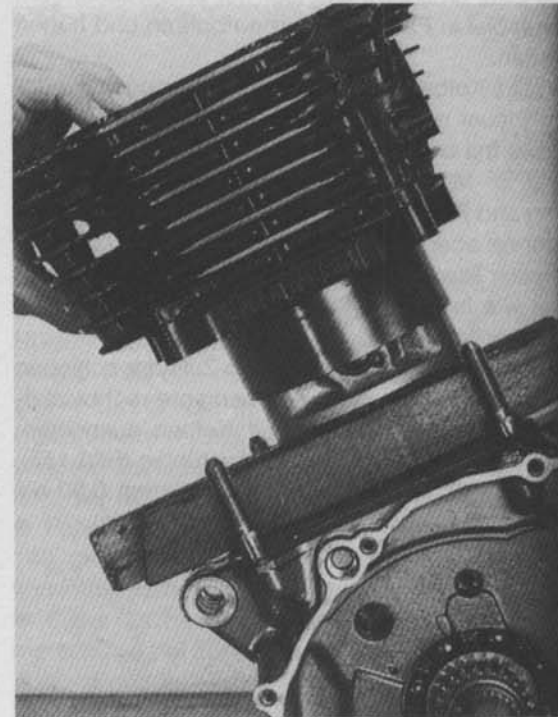

Bild 157
- Kolbenringe mit Markierung nach obenweisend an Kolben montieren, dabei Ringe nicht weiter als unbedingt nötig aufweiten, da sie leicht brechen. Kolbenringstösse wie in Bild 157 gezeigt auf Kolbenumfang verteilen.